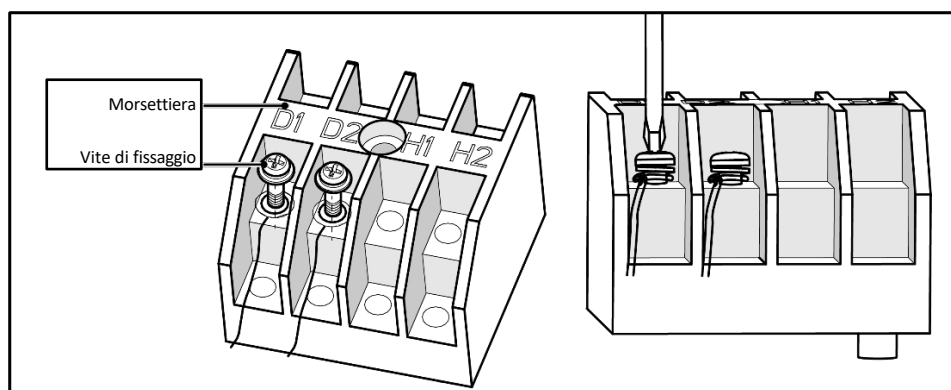

Fig. 5.3.1
- 3 Collegare il cavo di comunicazione ai terminali D1 e D2 del pannello di cablaggio interno a 4 bit, come illustrato nella Fig. 5.3.1.